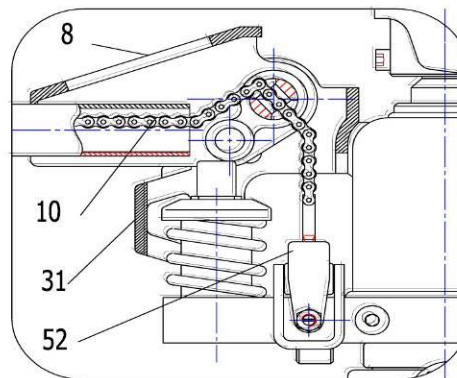

Рисунок 2.
- Вытяните фиксатор (23), согласно рисунку 1.
- Вставьте корпус рукоятки (8) в отверстие А. Соедините корпус рукоятки (8) с насосом (31) с помощью фиксатора (23).
- Затем проденьте эластичный штифт через фиксатор (23), чтобы зафиксировать деталь.
- Проведите цепь (10) через отверстие в фиксатор (23). (см рисунок 2).
- Установите шнек и гайку на конце цепи (10) в паз опорного корпуса рычага (52). (см. рисунок 2 и 4).
- Согласно рисунку 3 установите рукоятку (8) в горизонтальное положение, выньте штифт В, сохраните его, он понадобится при следующей замене ручки.